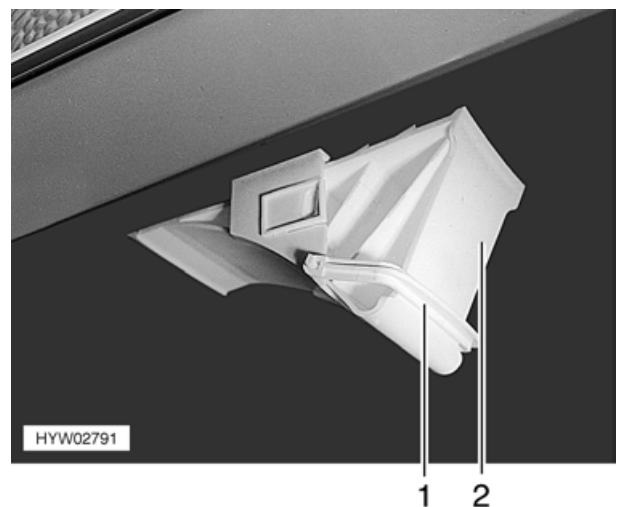

Bild 11 Unterlegkeil
- Den Haltebügel (Bild 11,1) nach unten drücken.
- Den Unterlegkeil (Bild 11,2) aus der Halterung nehmen.